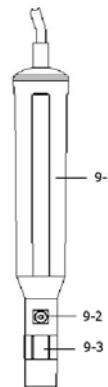

Fig. 6
- 1) Desenrosque a "Cabeça da sonda" (9-3, Fig. 6)
- 4) Enrosque a "Cabeça da sonda" (9-3, Fig. 6) no corpo da sonda